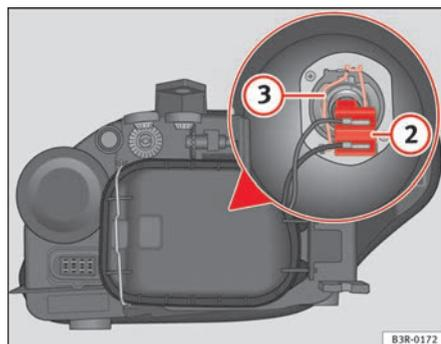

Fig. 205 Luz de cruce
- Extraiga el conector ⇒ fig. 205 ② de la lámpara tirando de él.
- Desenganche el resorte retentor ⇒ fig. 205 ③ presionándolo hacia dentro y a la derecha.